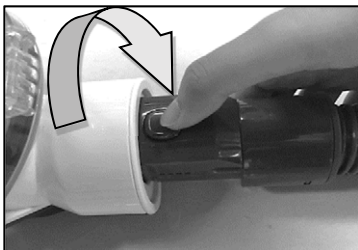

Fig 1
1. Fig.1: **Conectarea furtunului și a aspiratorului:** Puneți conectorul furtunului în fața aspiratorului. Apoi introduceți-l în orificiul de admisie și rotiți-l spre dreapta. Dacă doriți să îl dezamblați, trebuie să rotiți conectorul furtunului spre stânga și apoi îl puteți scoate.